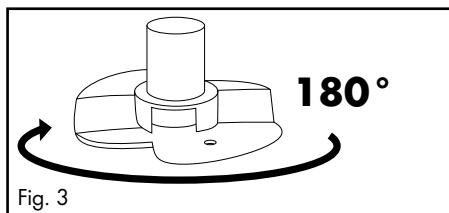
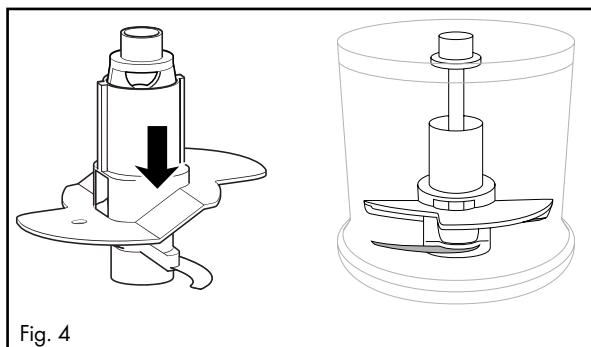

Fig. 3
Fig. 4
- Pour 200 ml de crème, tournez le disque émulsionneur **6** horizontalement à 180° (fig. 3) de sorte qu'il n'appuie plus que sur une lame **7** et s'enclenche (fig. 4). Dans ce cas, le disque émulsionneur **6** fouette la crème plus en hauteur :